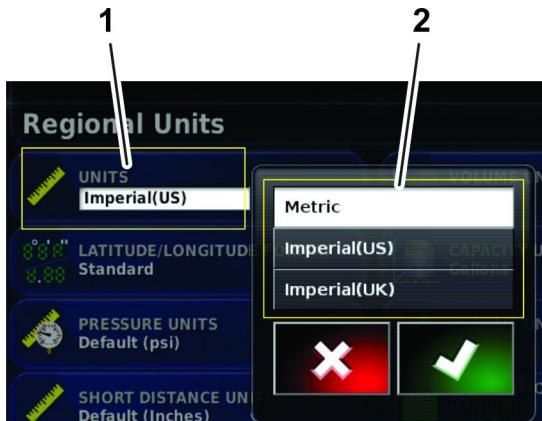

Figura 20
- Seleccione las unidades correctas y el caudal de aplicación, tal y como sea necesario, y pulse el icono de confirmación (Figura 20).